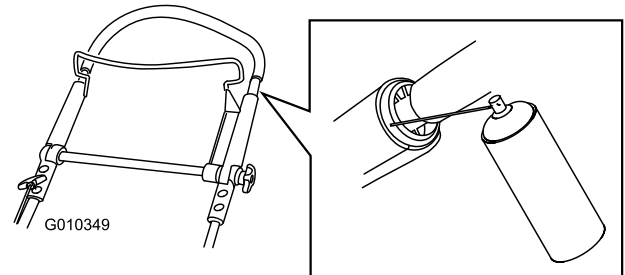

Figure 42
1. Pulvérisez l'extrémité en plastique extérieure de la poignée intérieure (Figure 42).